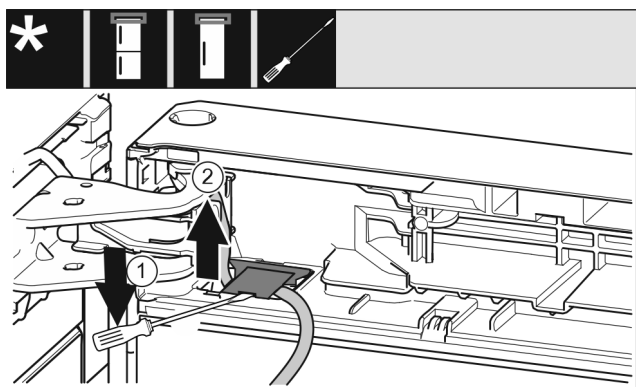

Fig. 11
- ▶ З допомогою шліцевої викрутки підняти і витягнути кришку. Fig. 11 (1)
- ▶ Витягніть кабель. Fig. 11 (2)